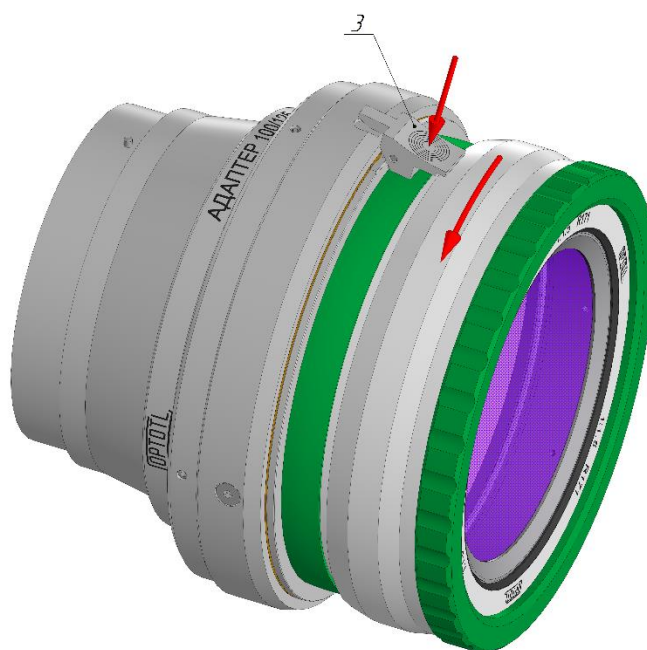

Рисунок 3. Разблокировка объектива
1. Нажатием на фиксатор 3 и его удерживанием производится разблокировка, объектив поворачивается против часовой стрелки до упора (рис. 3).